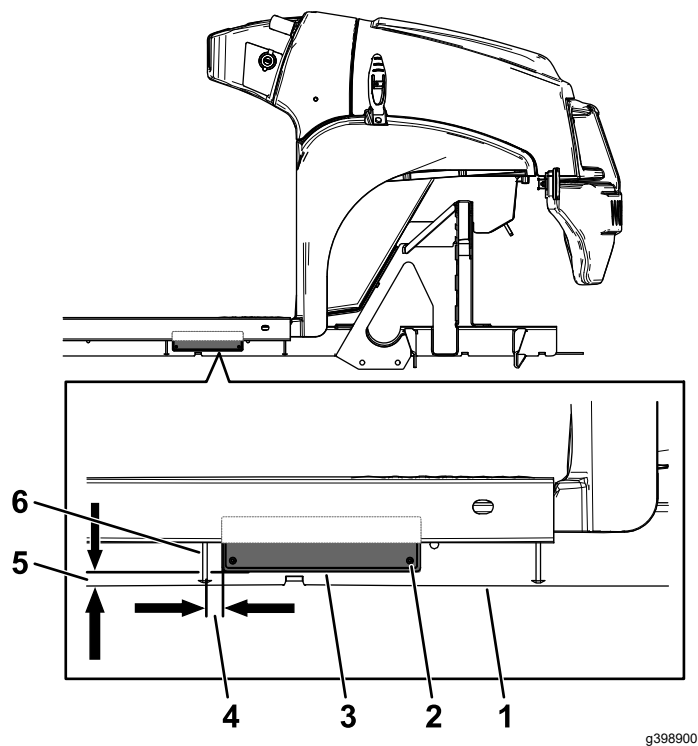

Figur 5
2. Stämpla serienumret på maskinen på den plats som visas i Figur 5.